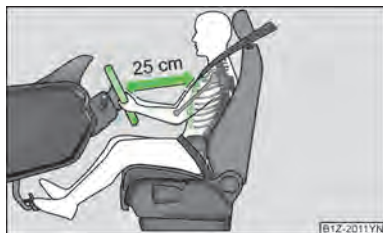

图1
- ▶ 调整方向盘：方向盘和胸部之间距离不小于25厘米»图1。
- 驾驶员必须与方向盘之间保持至少25 cm的距离»图1。如果您未与之保持上述最小距离，则安全气囊系统无法对您进行有效保护，可能有生命危险！